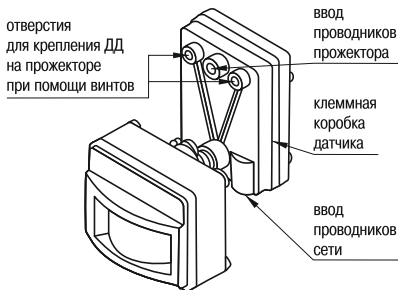

Рисунок 16 – Конструкция датчика движения ДД 017
- датчик ДД 017, ДД 019 установить на прожекторе, для этого: открутить установочные винты и снять с прожектора коробку ввода, на её место при помощи винтов (рисунок 16) установить датчик;
- ввести проводники прожектора (L, N, PE) в центральное отверстие в клеммной коробке датчика (рисунок 16). Подключить провода питания согласно 4.3. Установить прожектор на монтажной поверхности.